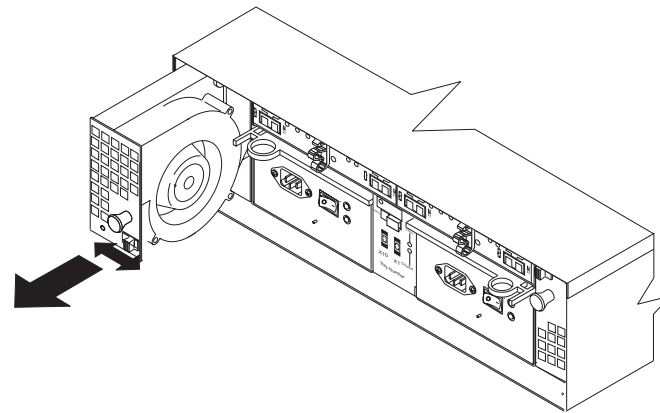

Abbildung 9. Lüftungseinheit entfernen
2. Fassen Sie den Griff, und ziehen Sie die Lüftungseinheit aus der Position, wie in Abb. 9 dargestellt.